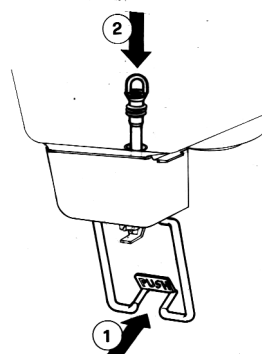

figura 11
- 2 - Premere (1) la leva comando rubinetto e inserire (2) il gommino nella sua sede verticale sul fondo del contenitore bevanda (vedere figura 11).